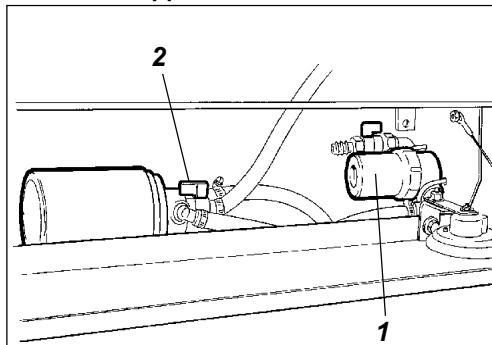

Рис. 38. Насосная система
Снова установить на место корпус фильтра (поз. 1, рис. 38) или сливную заглушку (2). Наполнить бак водой и проверить его водонепроницаемость.